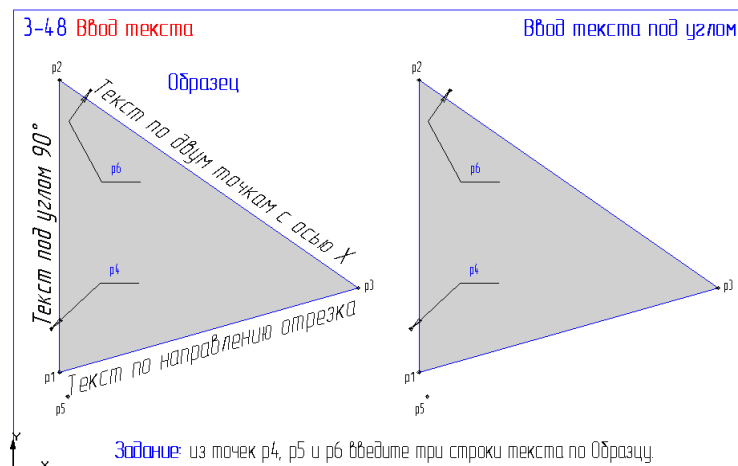

Рис. 62
55. Откройте файл фрагмента 3-48 (рис. 62).